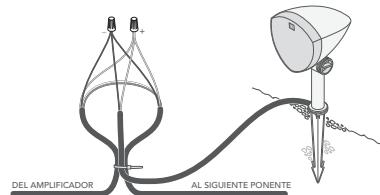

Figura 5
- Corte los dos cables correctos para el altavoz izquierdo o derecho (consulte las tablas a continuación) y pele 3/4 de pulgada de aislamiento en los extremos expuestos de los cables de entierro; a continuación, pele 3/4 de pulgada de aislamiento de los extremos del cable flexible del altavoz correspondiente (ver figura 5).
- Cree un bucle de aproximadamente 10 pulgadas y utilice una brida de alambre para sujetar el bucle de alambre y el cable flexible del altavoz para proporcionar alivio de tensión (ver figura 5).